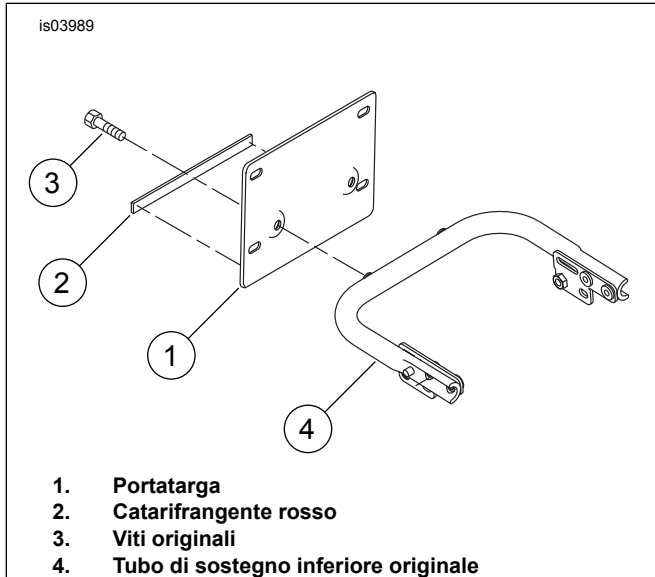

Figura 2. Installazione del portatarga
3. Vedere Figura 2. Installare il nuovo portatarga (1) sul tubo di sostegno inferiore (4) utilizzando le viti (3) messe da parte al punto precedente.
4. Rimuovere il rivestimento dell'adesivo dal catarifrangente rosso (2). Agendo con cautela, centrare ed allinearne con il bordo inferiore del porta targa (1). Spingerla saldamente al suo posto.